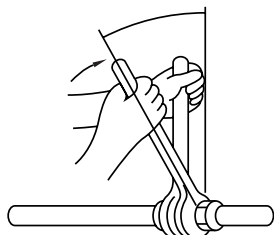

Fig. 5-8
- Påfør et tyndt lag køleolie på rørets sædeoverflade. (Fig. 5-8)